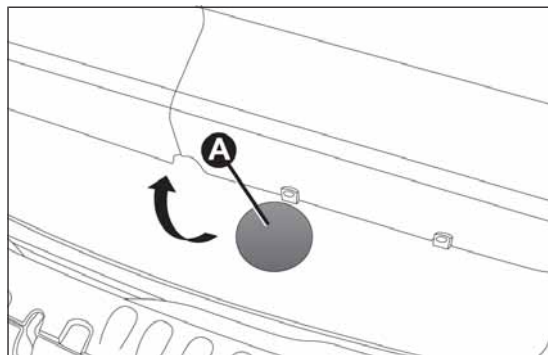
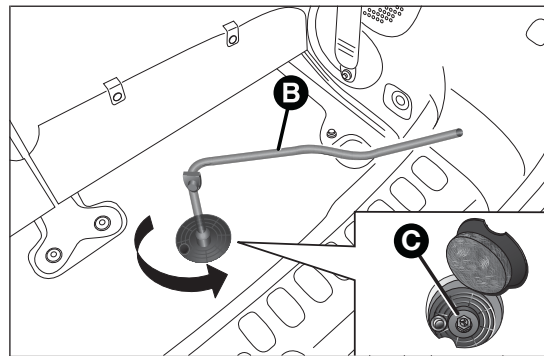

fig. 28
fig. 29
- ❑ sollevare lo sportellino A fig. 28 ubicato sul tappeto di rivestimento del bagagliaio, prendere la chiave B fig. 29 dalla borsa portattrezzi ed inserirla sul dispositivo C;
- ❑ ruotare la chiave B fig. 29 in senso antiorario in modo da svitare il bullone di bloccaggio supporto ruotino di scorta per consentire la discesa di quest'ultimo;